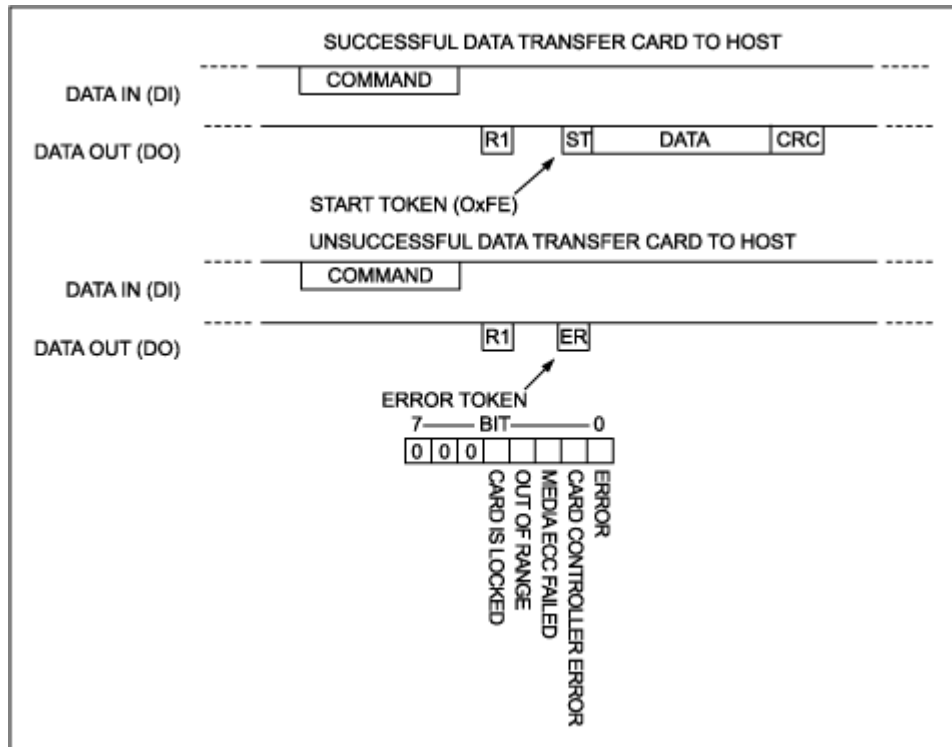

图6. 从 SD 卡到主机的数据传输要加入一个起始令牌作为前缀。
要读取存储卡的寄存器或数据块，我们首先必须理解存储卡如何响应我们的请求。在 SPI 模式下，SD 卡以 R1 应答 SEND\_CSD (9)、SEND\_CID (10)和 READ\_SINGLE\_BLOCK (17)命令。接着则是一个起始令牌，然后是所请求的数据，最后是数据的 CRC-16 校验和。我们不能想当然地认为数据起始令牌是紧接着 R1 响应即刻发出的，因为总线在这两个事件之间会进入空闲状态一段时间。图 6 显示了数据响应的细节。